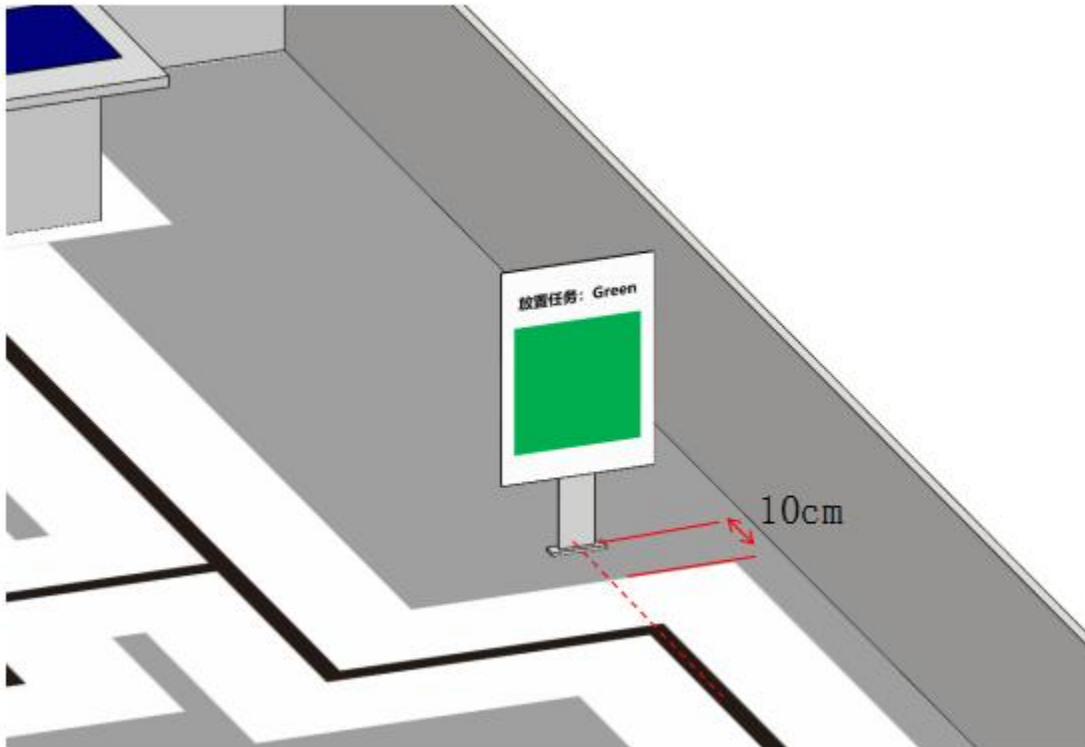

图6 放置任务色卡牌摆放位置
3. 任务色卡放置在如图6所示位置，A4纸大小，可通过附件3、4、5进行打印测试。
10. 放置任务色卡牌摆放位置，摆放位置误差为 $\pm 2\text{cm}$ 。如图6所示。